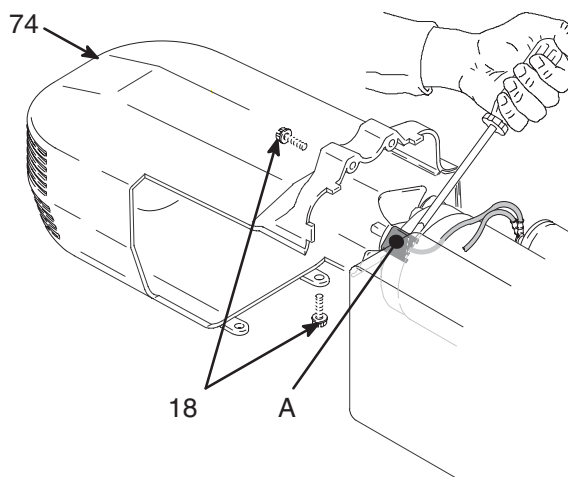
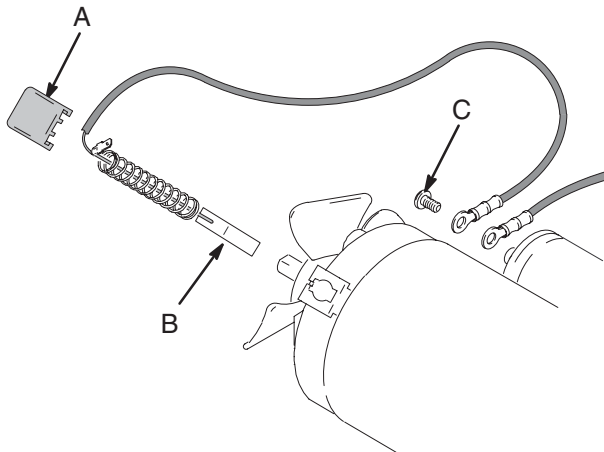

Fig. 4
Fig. 5
4. Fig. 4. Retire el blindaje del motor (74).
3. Fig. 4. Retire los cuatro tornillos (18) y el blindaje del motor (74).
4. Saque las dos tapas de las escobillas (A). Coloque etiquetas en las posiciones de los cables rojo (+) y negro (-) del motor.
5. Fig. 5. Saque el tornillo (C) y deseche la escobilla (B) del motor con capacitor. Saque el cable de la escobilla de la caja de control del motor sin capacitor.
6. Fig. 5. Introduzca la escobilla (B). Empuje el pasador (A) hasta que encaje en su sitio y sujete la escobilla.
7. Fig. 5. Instale los cables rojo (+) y negro (-) de acuerdo con las etiquetas. Instale el extremo del cable de la escobilla con el tornillo (C) en el capacitor montado en el motor o guíe el cable al interior de la caja de control y conéctelo a la tarjeta.